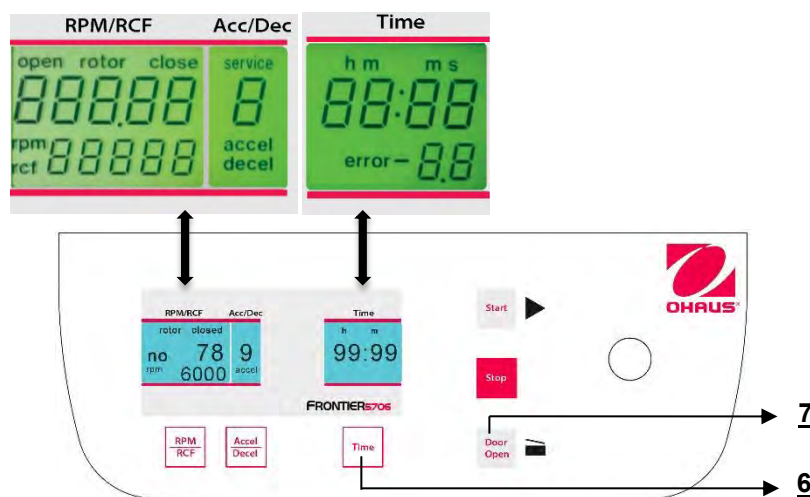

Figura 26
Mentre la centrifuga è disconnessa, premere simultaneamente i tasti **"Time"**(6) e **"Door Open"** (7) e connettere l'interruttore principale della centrifuga. Adesso, rilasciare entrambi i tasti e - per effetto di ciò - viene eseguita una prova del display per circa 5 secondi. Tutti gli indicatori appariranno allo stesso tempo (Vedere figura 26).